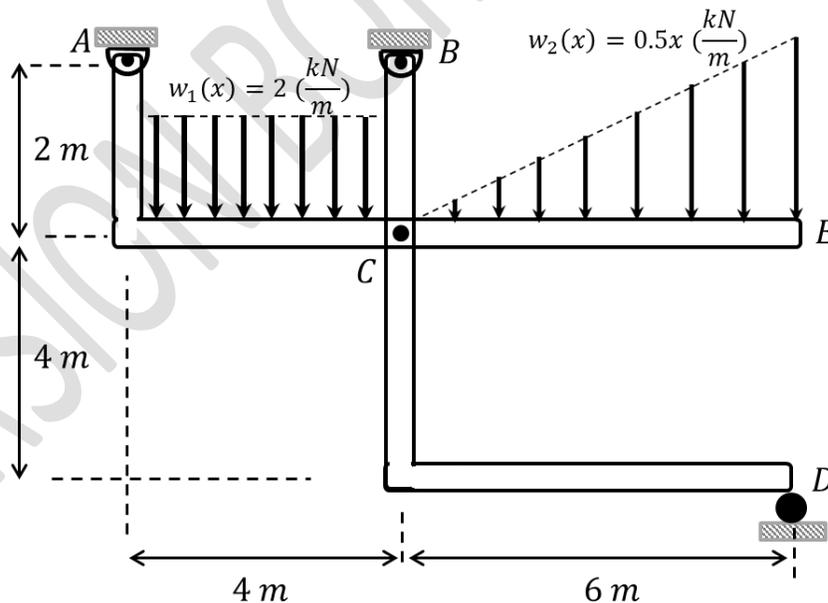

Fig. 7.25.
7.16.- Un armazón está conformado por dos tableros ACE y BCD el cual esta sostenido por medio de dos pasadores en A y B. El armazón tiene un soporte (apoyo) en D cuyo valor es $D_y = 4 \text{ (kN)}$. Sobre la parte horizontal del tablero ACE se aplican dos fuerzas distribuidas como se muestra en la Fig. 7.25. Calcular las reacciones en la unión C del armazón.